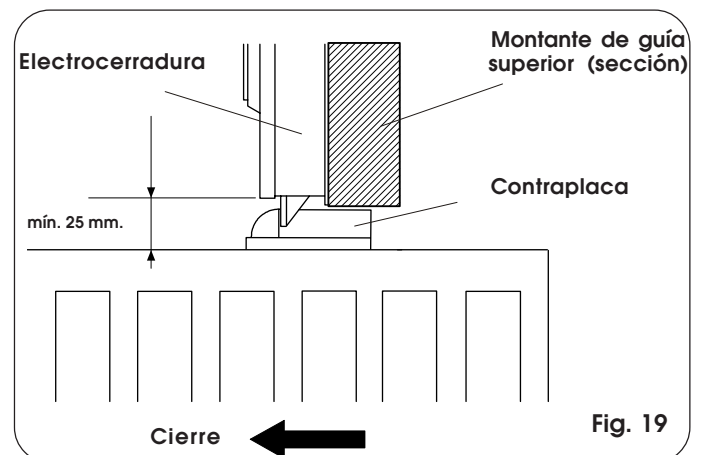

Fig. 19
- Asegúrese de que el espacio libre entre el borde inferior del montante de guía y el borde superior de la cancela sea suficiente para fijar la contraplaca y que permita el correcto funcionamiento del pasador (véase fig. 19).